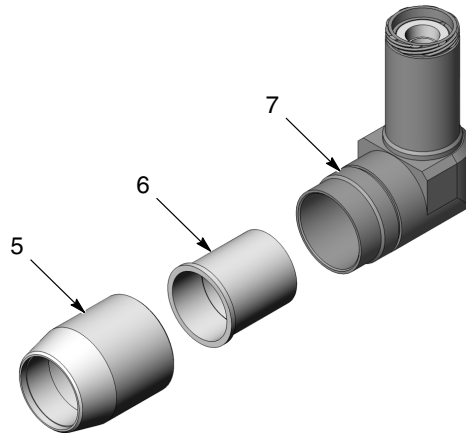

Abbildung 4 Gehäuse- und Haltemutter entfernen
3. Siehe Abbildung 4. Die Gehäusemutter (5) von der Verlängerung (7) abschrauben. Die Haltemutter (6) aus der Verlängerung ziehen.